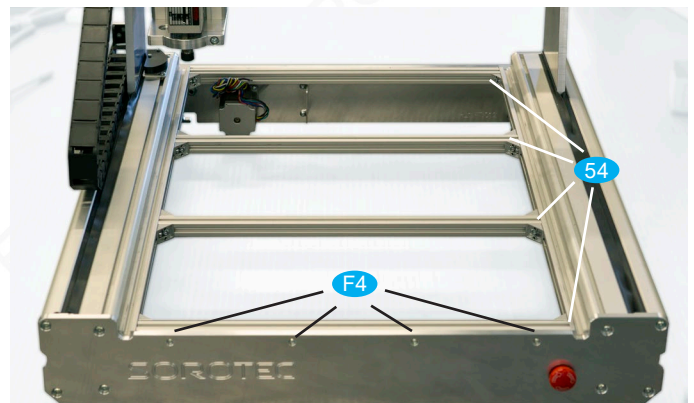

Bild 39: Der fertige Unterbau für die Tischplatte. Die Anzahl der Schrauben in der Stirnplatte ist abhängig von der Breite der Maschine.
- Verschrauben Sie je ein Tischprofil **54** mit Flachkopfschrauben **F4** und Hammermuttern **H1** von innen am vorderen und hinteren Stirnblech, wie in Bild 39 gezeigt.